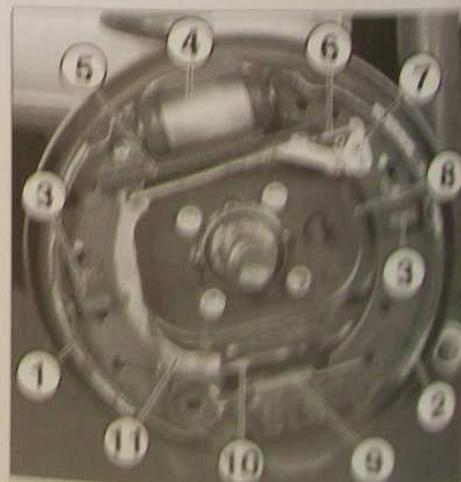

FIG. 8
- le ressort de rappel inférieur (9), à l'aide d'une pince à segments (Fig 8).
- le mécanisme de maintien latéral (3) du segment tendu (1); pour cela, enfoncer l'agrafe puis la tirer vers le bas.
- Placer une pince de maintien des pistons sur le cylindre récepteur (4).
- Débrancher le câble du frein de stationnement (10).
- le ressort de rappel supérieur (5).
- le segment tendu (1).
- Sur le segment comprimé (2), déposer le ressort de rattrapage de jeu (8).
- Déposer le mécanisme de maintien latéral (3) du segment comprimé (2).
- Déposer le segment comprimé (2).